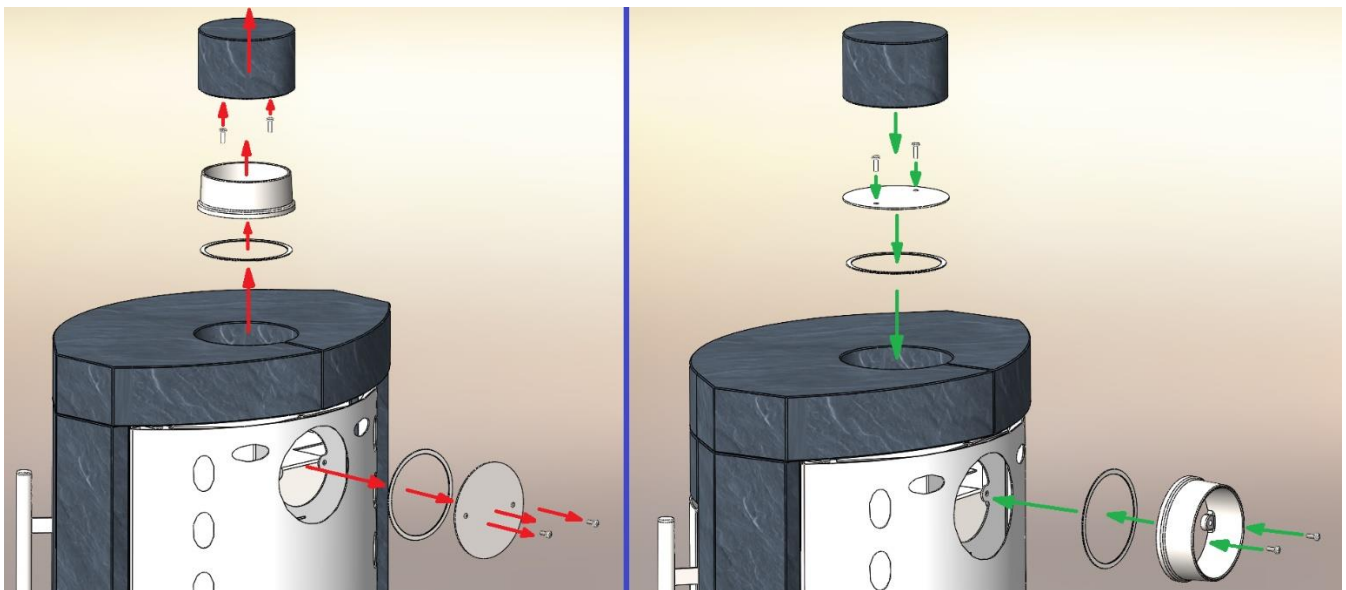

Abbildung 2 Austausch des Rauchrohranschlusses und der Abdeckung
3. Abbildung 2 Austausch des Rauchrohranschlusses und der Abdeckung	Seite 5